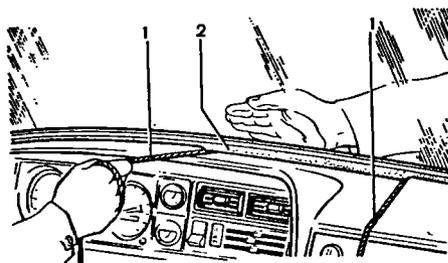

Рис. 8-15. Установка ветрового стекла: 1 - шнур для установки ветрового стекла; 2 - уплотнитель
- в паз, которым уплотнитель 2 (рис. 8-15) надевается на фланец проема кузова, вложите шнур 1 при помощи отвертки;